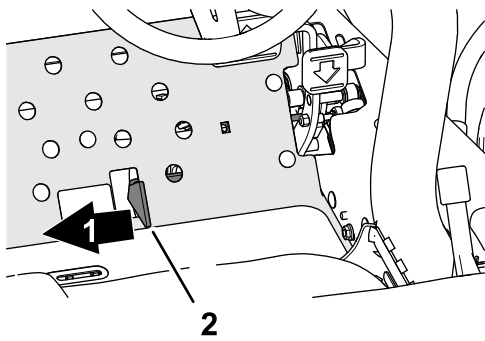

図 39
4. 刈り込み/移動走行切り替えスライドを刈り込み位置にする 図 39。
2. 刈り込み/移動走行切り替えスライドを右側、刈り込み位置にする 図 39。